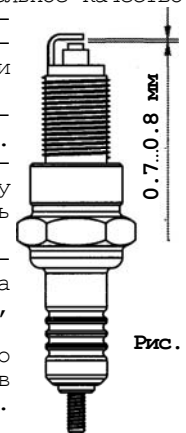

Рис. 11.
9.3.4. Рекомендуется проверить величину межэлектродного зазора, которая должна быть около 0.7...0.8 мм (рис. 11). При существенном отличии измеренной величины зазора указанным требованиям заменить свечу. Регулировать зазор подгибанием бокового электрода производить только в случае крайней необходимости.